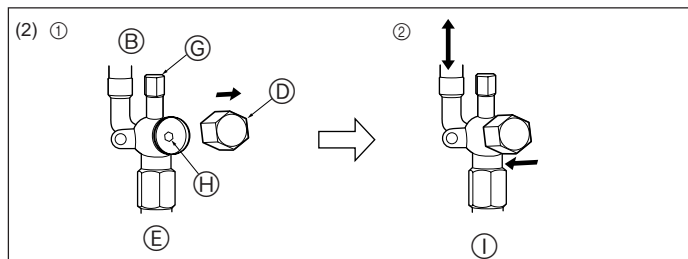

Fig. 4-7
- ① Quite la tapa, tire de la manivela hacia usted y gire 1/4 de vuelta hacia la izquierda para abrir.
- ② Cerciérese de que la válvula de parada esté completamente abierta, empuje la manivela y enrosque la tapa en su posición original.
(2) Lado del líquido (Fig. 4-7)
- ① Abra la tapa y gire la varilla de válvula hacia la izquierda hasta su tope, utilizando una llave hexagonal de 4 mm [5/32 inch]. Deje de girar cuando llega al tope. (ø6,35 [1/4 inch]: Aproximadamente 4,5 revoluciones) (ø9,52 [3/8 inch]: Aproximadamente 10 revoluciones)
① Válvula
② Lado de la unidad
③ Manivela
④ Tapa
⑤ Lado del tubo local
⑥ Lado de posición abierta
⑦ Puerto de servicio
⑧ Orificio de llave